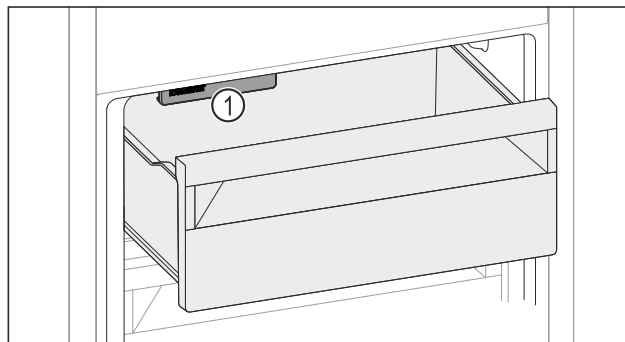

Fig. 155
- ▶ Luați în considerare IceMaker Fig. 155 (1).